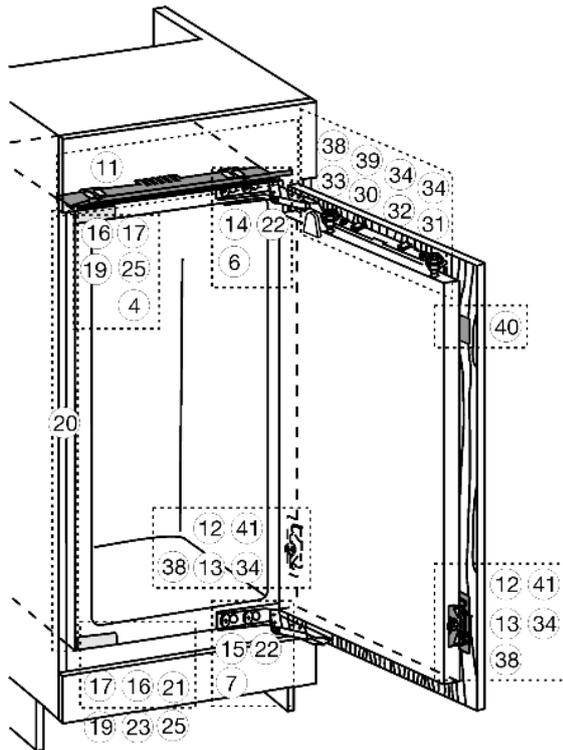
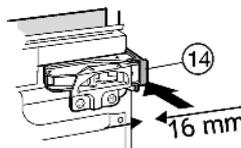
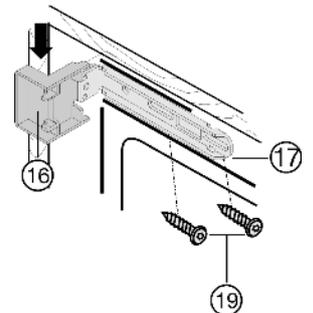

Fig. 9
Fig. 13
Fig. 14
- ▶ Togliere le coperture Fig. 9 (4,6,7).
- ▶ Applicare a pressione il distanziatore Fig. 13 (14) e il distanziatore Fig. 9 (15) sulle cerniere.
- ▶ Inserire la copertura Fig. 14 (16) in alto e la copertura Fig. 14 (17) in basso sulla squadretta di fissaggio.
- ▶ Fissare la squadretta di fissaggio Fig. 14 (17) in alto con viti Fig. 14 (19) e in basso con viti Fig. 9 (19), in modo che la squadretta possa spostarsi ancora un po' a sinistra e a destra.
- ▶ Applicare il coprifuca Fig. 15 (20) lato maniglia e a filo con la sporgenza della copertura Fig. 14 (16) e incollarlo sulla parete dell'apparecchio.
- ▶ Accorciare se necessario il coprifuca Fig. 15 (20): il coprifuca Fig. 15 (20) deve terminare 3 mm sopra il bordo superiore della squadra di fissaggio inferiore Fig. 9 (17).
- ▶ Spingere l'apparecchio, finché le coperture Fig. 14 (16) non appoggino al fianco del mobile.
- ▶ tenere conto della quota della parte applicata (profondità degli elementi di battuta della porta): far sporgere le cerniere e le coperture Fig. 14 (16) della quota della parte applicata.
- ▶ Livellare l'apparecchio agendo sui piedini di regolazione servendosi della chiave fissa Fig. 9 (21) fornita in dotazione.